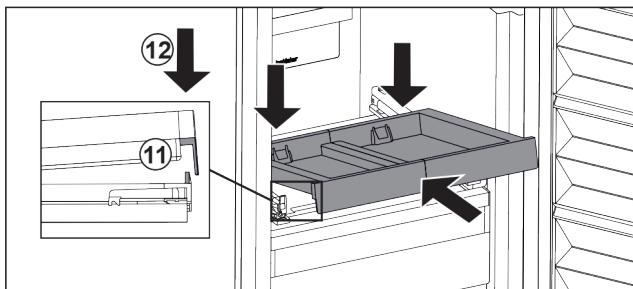

Fig. 93
- Šikmo zasuňte. Dbejte, aby byl na obou stranách doraz za západkou. Fig. 93 (11)
- Usaďte vpředu vysouvací přihrádku. Fig. 93 (12)